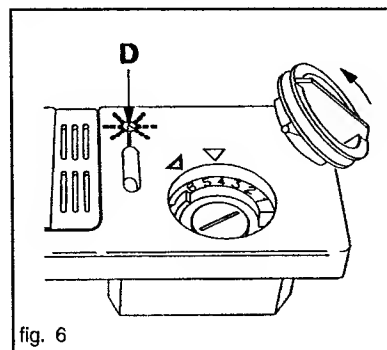

fig. 6
- Tourner le couvercle du réservoir d' 1/4 de tour dans le sens anti-horaire et le retirer (fig. 6).